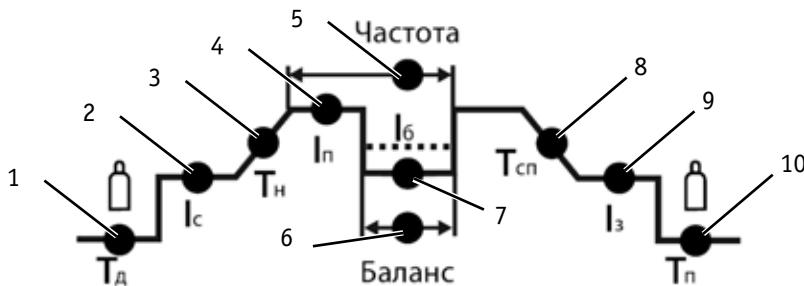

Рис. 7.2. Параметры сварки.
| 5 | <p>Параметры сварки (см. рисунок 7.2).</p> |
9. С помощью регулятора установите необходимые значения параметров сварки (см. рис. 7.2).